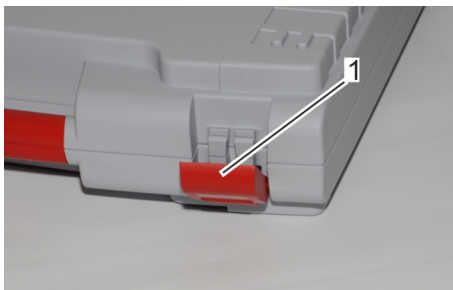

Abb. 8: Transportkoffer öffnen
1. ➤ Um den Transportkoffer zu öffnen, kräftig an der untere Kante der Schnallen (Abb. 8/1) ziehen und diese nach oben und vorne aus den Halterungen lösen.